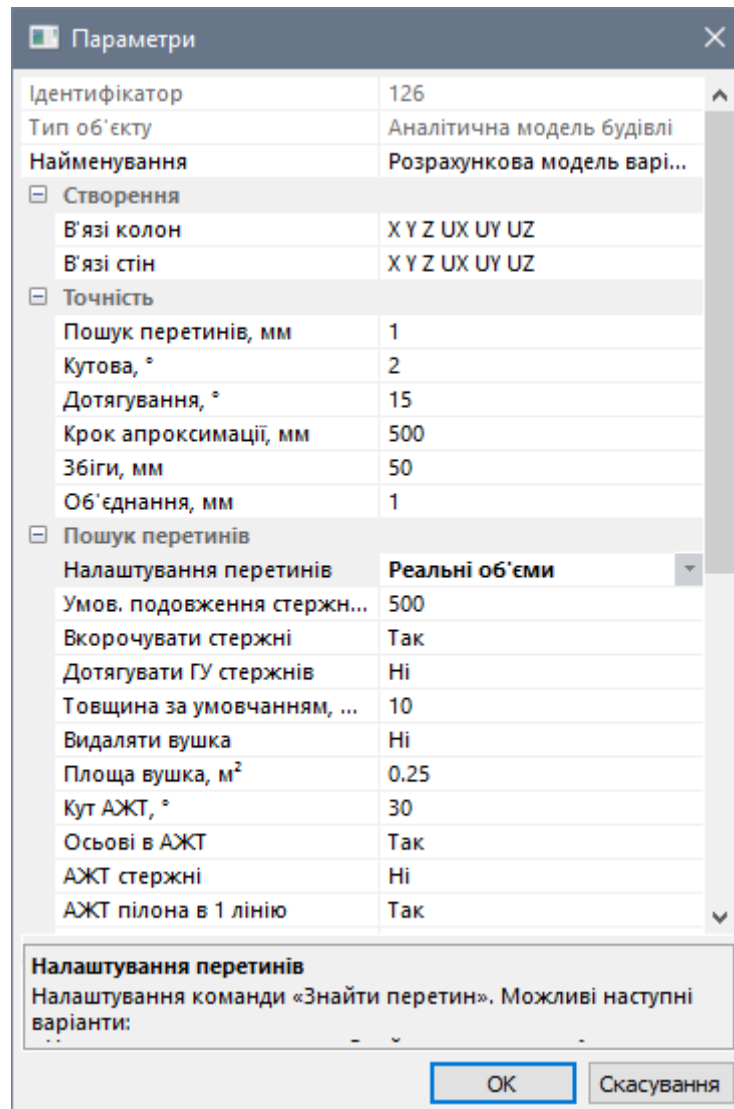

Рис. 23.29. Діалогове вікно Параметри
- Викличте діалогове вікно **Параметри** (рис. 23.29) натисканням по кнопці  – **Властивості розрахункової моделі** (панель **Розрахункова модель: створення** на вкладці **Аналітика**).